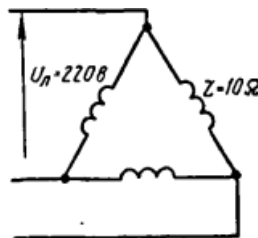

Рис. 13. Схема електричного ланцюга
2. Лінійна напруга, що підводиться до трифазного електродвигуна, рівна 220 В. Обмотка двигуна має повний опір $Z = 10 \text{ Ом}$. Визначити струм у лінійних проводах і в обмотці двигуна, якщо остання з'єднана трикутником, схема (рис. 13).